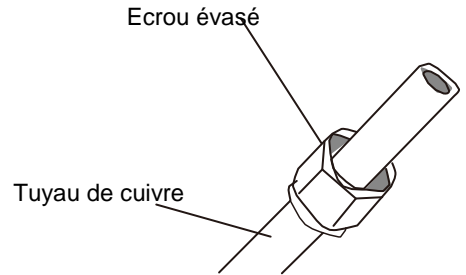

Fig. 5.3
3. Placer les écrous évasés sur les deux extrémités de tuyau. S'assurer qu'ils sont mis dans le bon sens car il sera impossible de les mettre ou d'en modifier le sens après l'évasement. Voir Fig. 5.3.